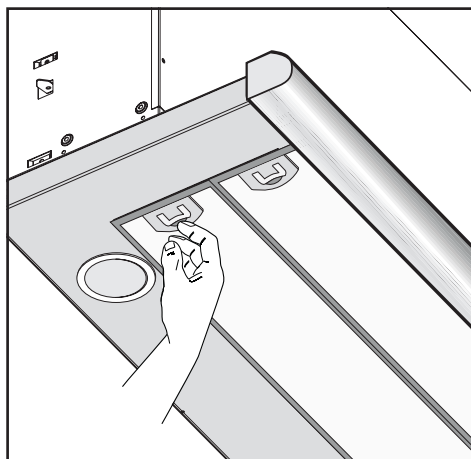

Fig.2
- Per una più facile manovrabilità dell'apparecchio disinserire il filtro/i antigrasso (Fig.2).